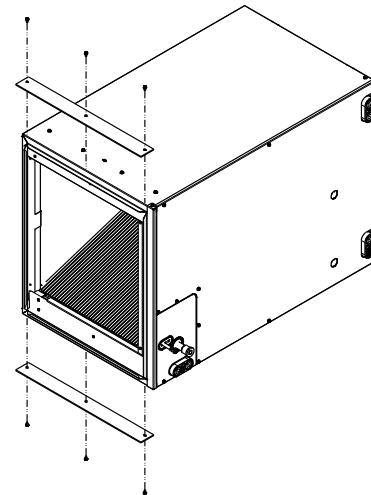

Fig. 8: Placas de fijación horizontales derechas
1. Utilice placas de fijación fabricadas en campo para fijar el serpentín al calefactor (Fig. 8).